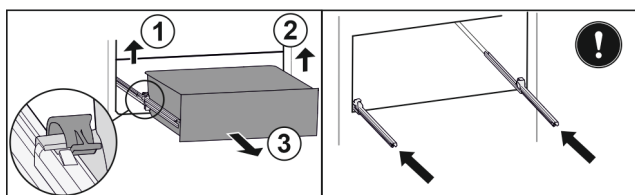

Fig. 43
- Løft venstre klemme og trekk samtidig skuffen fremover til venstre. Fig. 43 (1)
- Løft høyre klemme og trekk samtidig skuffen fremover til høyre. Fig. 43 (2)
- Ta ut skuffen framover. Fig. 43 (3)